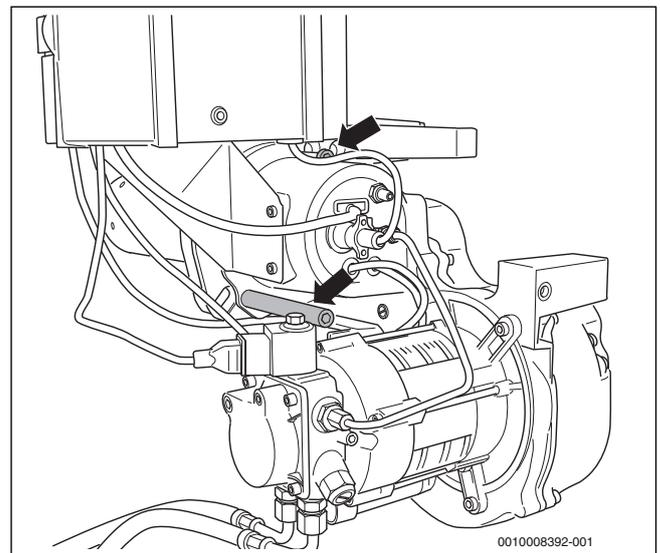

Bild 35 Schrauben der Bajonettbefestigung lösen
- Die beiden Schrauben der Bajonettbefestigung lösen (→Bild 35, Pfeile).